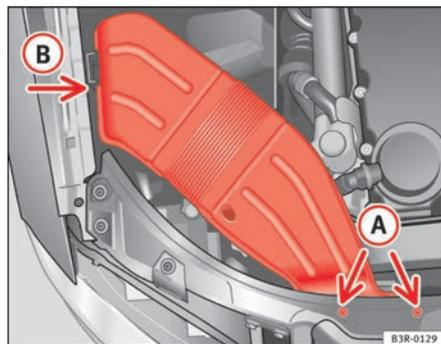

Fig. 210 Conduit d'air, côté droit du véhicule
- Dévissez les vis **A** ⇒ fig. 210.